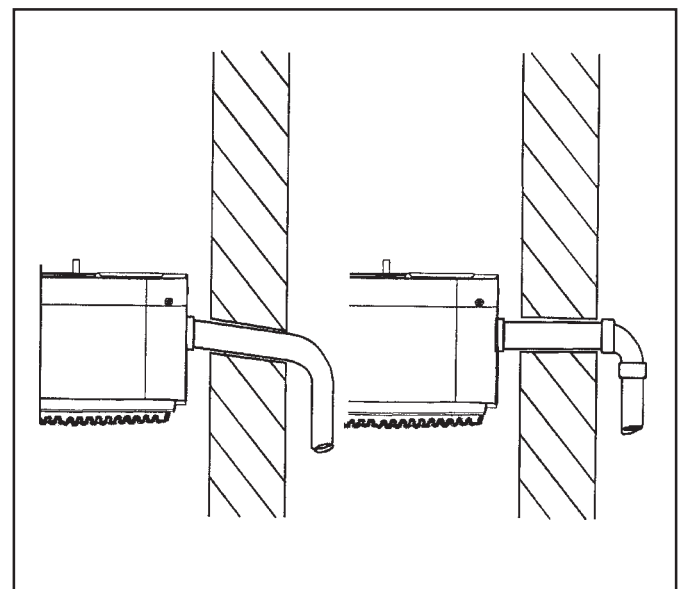

FIGURA 9
- Assegure-se que a unidade esteja nivelada e com **uma pequena inclinação para o lado do dreno**, de forma a garantir a drenagem (figura 9).